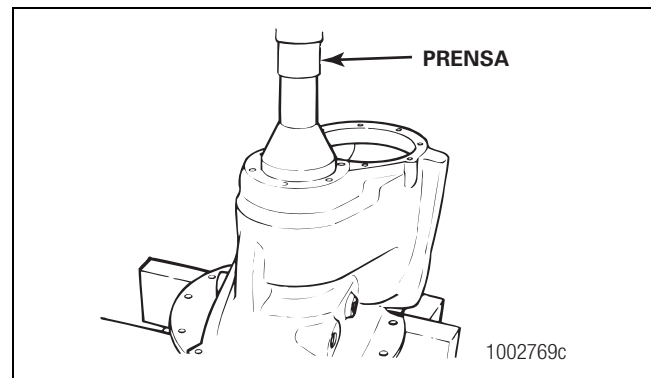

Figura 5.8
- C. Use una manga o herramienta para insertar cojinetes y una prensa para instalar la copa. Presione la copa al interior del portador hasta que el fondo de la copa toque el fondo del hueco. Si no está disponible una prensa, use un buje, un punzón de latón o una herramienta para insertar cojinetes y un martillo para instalar la copa. Figura 5.8.